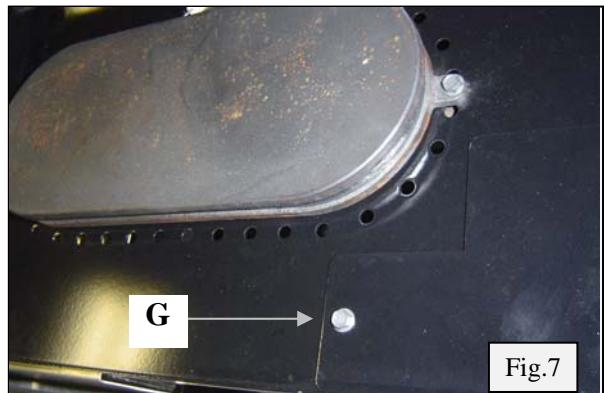

Fig. 7
- (FR)** Retirer la vis de fixation de la trappe (repère **G** fig. 7).
- (GB)** Retirer la vis de fixation de la trappe (repère **G** fig. 7).
- (NL)** Retirer la vis de fixation de la trappe (repère **G** fig. 7).